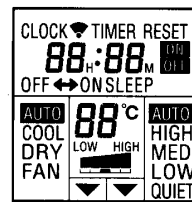

Fig. 8
**㉚ Pantalla del telemando (Fig. 8)**